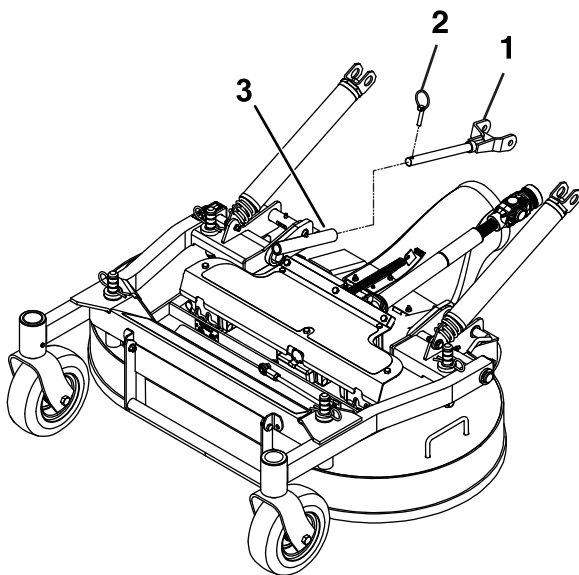

Figura 78
7. Retire os pinos de sujeição na frente dos braços de pressão de ambos os lados da máquina (Figura 78).
7. Fixe os braços com os pinos de sujeição à esquerda e direita da máquina (Figura 78).